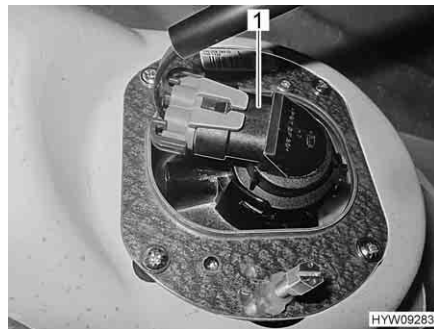

Fig. 200 Luce con regolazione in curva/
- Afferrare la parte posteriore dei fari combinati per luce con regolazione in curva/luce fendinebbia, ruotare il supporto (Fig. 200,1) con la lampada ad incandescenza in senso antiorario ed estrarre dall'alloggiamento dei fari.
- Inserire il supporto (Fig. 200,1) con la lampada ad incandescenza da dietro nell'alloggiamento dei fari e ruotare in senso orario. Il supporto scatta in posizione.